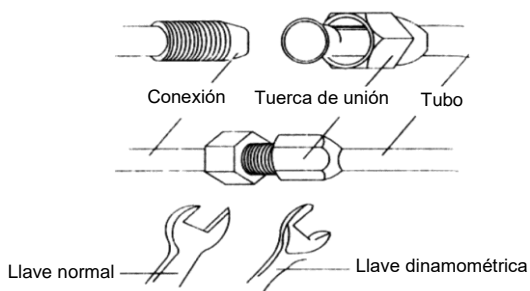

Fig. 18
- Luego apriete la tuerca con una llave dinamométrica hasta que la llave comience a saltar (ver la Fig. 18).